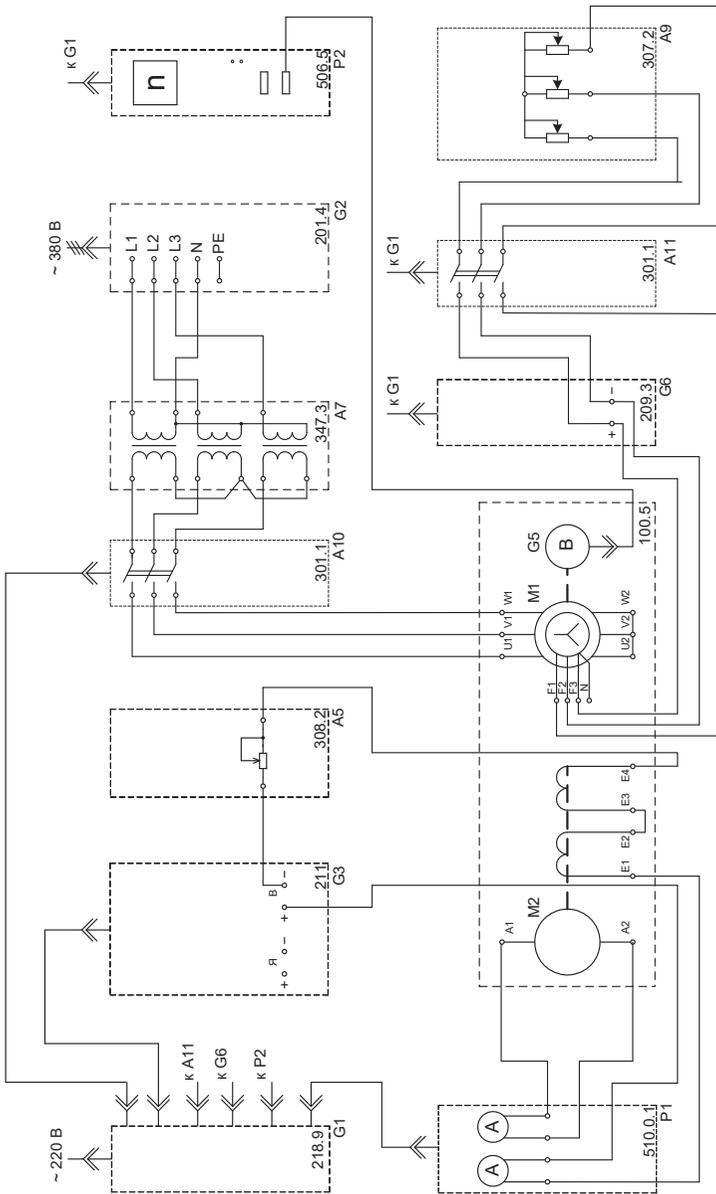

Рис. 2.2
- Соедините аппаратуру в соответствии с электрической схемой, приведенной на рис. 2.2.